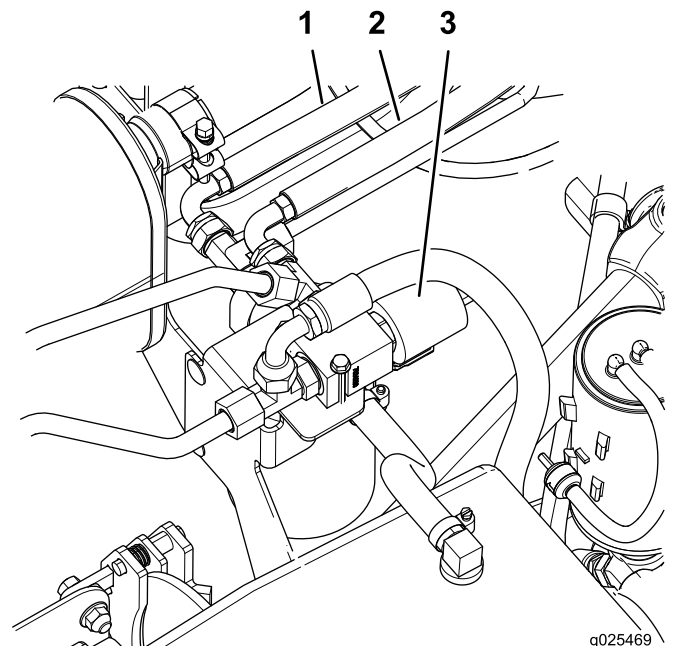

Figure 16
3. Branchez le long flexible (86½") au raccord en T du collecteur (Figure 16).
4. Branchez le long flexible (80½") au raccord en T du boîtier du filtre (Figure 16).